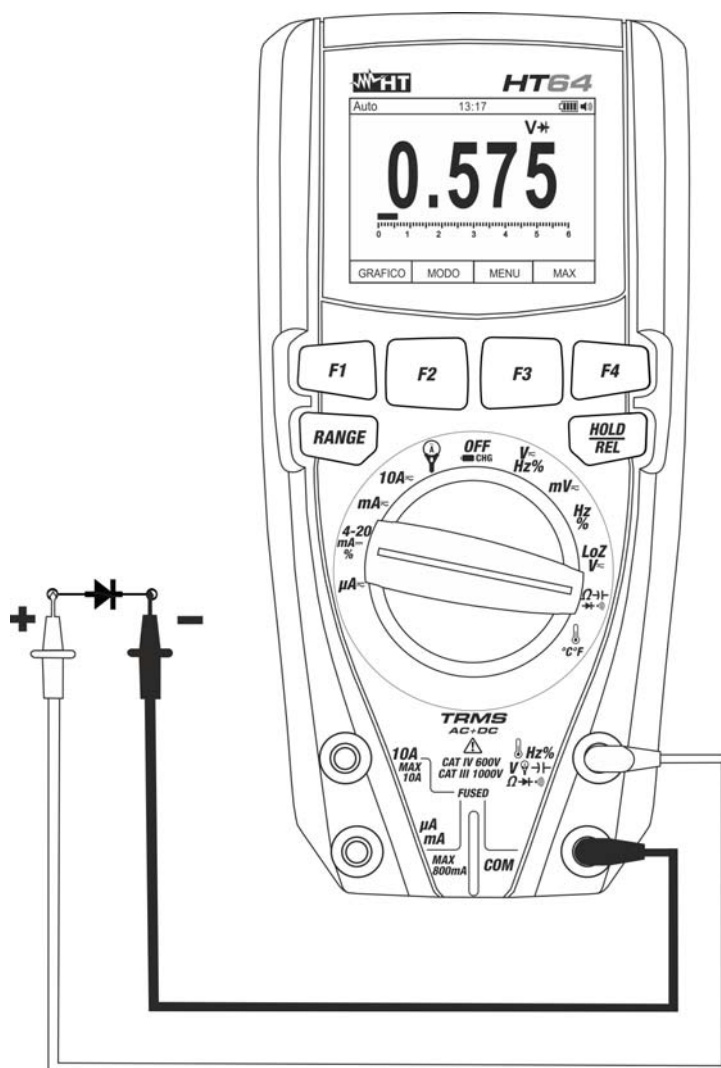

Fig. 27: Uso dello strumento per la Prova Diodi
4. Posizionare i puntali ai capi del diodo in esame (vedere Fig. 27) rispettando le polarità indicate. Il valore della tensione di soglia in polarizzazione diretta è mostrato a display
6. Se lo strumento visualizza il messaggio "O.L" i terminali del diodo sono invertiti rispetto a quanto indicato in Fig. 27 oppure la giunzione P-N del diodo è danneggiata